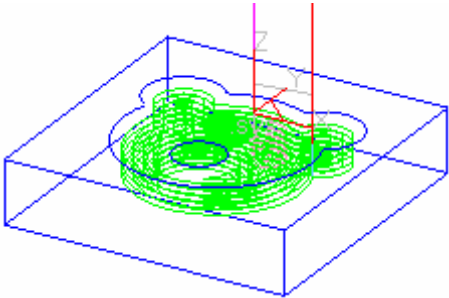

图 8-16 生成刀具轨迹
8) 单击鼠标右键确认后系统开始计算，稍后生成图 8-16 所示轨迹。